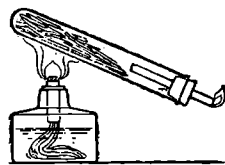

Рис. 64. Сухая перегонка дерева.
■ **Опыт.** Заполните пробирку на две трети лучинками сухого дерева. Вставьте пробку с трубкой, выдающей внутрь пробирки, как на рис. 64. Укрепите пробирку на штативе в наклонном положении, как на рисунке, и нагревайте на лампочке, начиная с конца пробирки. Выделяющийся из пробирки газ подожгите. Нагревайте, пока выделение газа не прекратится. Осторожно приоткрыв пробку, перелейте собравшуюся у пробки жидкость в другую пробирку. Высыпьте из первой пробирки полученный уголь. Обратите внимание на его плотность и звонкость при бросании на твердую поверхность — свойства хорошо обожженного угля. Исследуйте образовавшуюся при нагревании дерева жидкость. В водянистой жидкости можно заметить бурые смолистые капли *дегтя*, имеющего характерный запах.